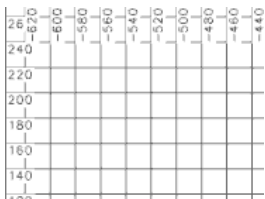
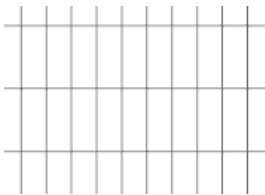

图 2.4.8 带标签的矩形均匀
图 2.4.9 不带标签的矩形非均匀
- **类型** 下拉列表：用于设置栅格的类型，包括 **矩形均匀** 和 **矩形非均匀** 两种类型，显示效果如图 2.4.8 和图 2.4.9 所示。